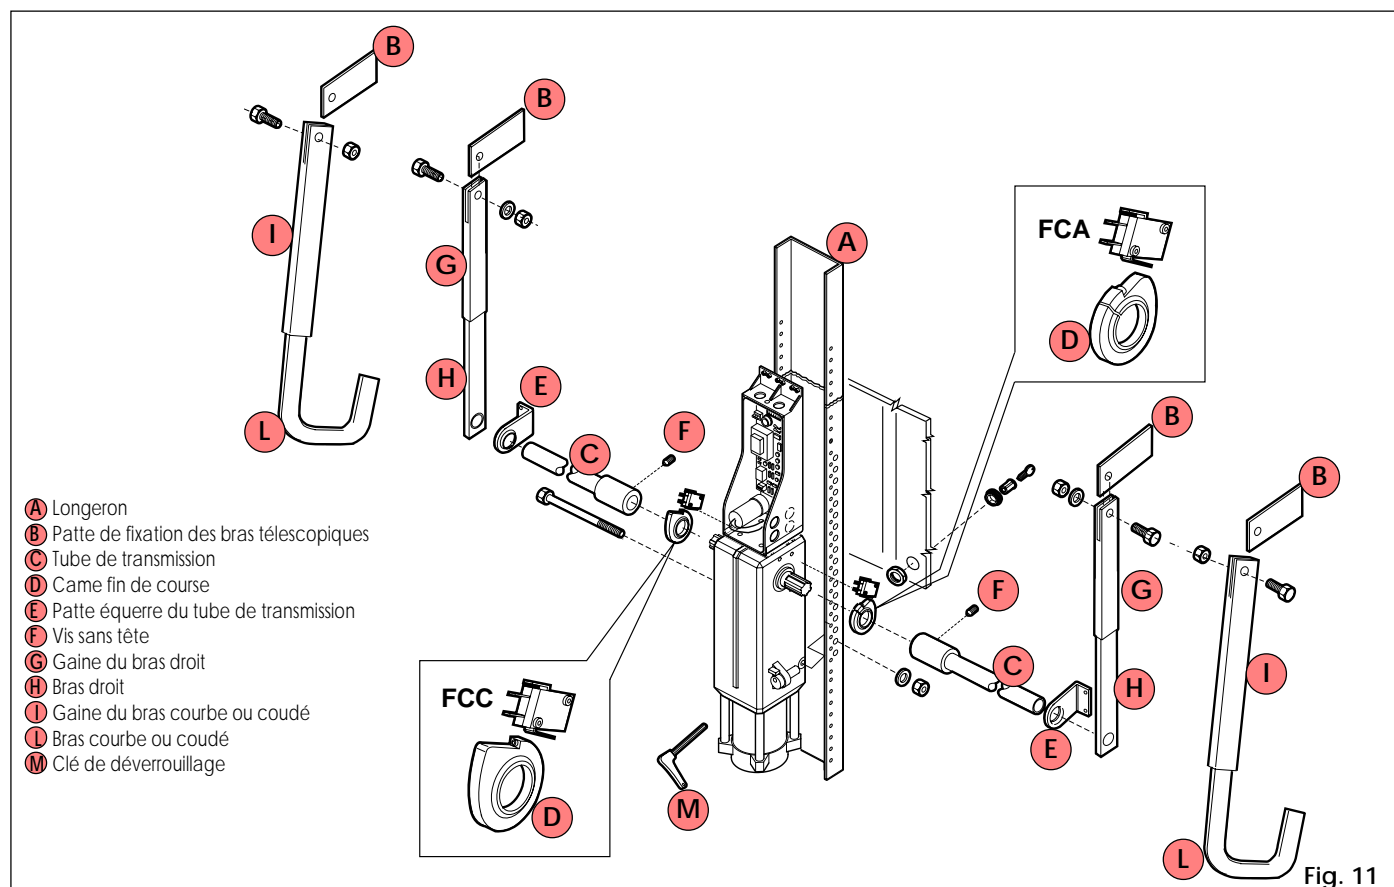

Fig. 11
3) Fixer l'opérateur au longeron en utilisant la visserie fournie comme indiqué Fig. 11.
4) Souder les pattes supérieures de fixation des bras télescopiques en respectant, pour le positionnement, les indications relatives au type de porte basculante. Dans le cas de bras coudés, il est possible de souder les pattes directement sur les bras existants de la porte. Fixer les gaines des bras télescopiques aux pattes en utilisant les axes et la visserie fournie comme indiqué Fig. 11.
➤ En cas d'utilisation des arrêts fin de course (option), monter d'abord les cames comme indiqué Fig. 11.